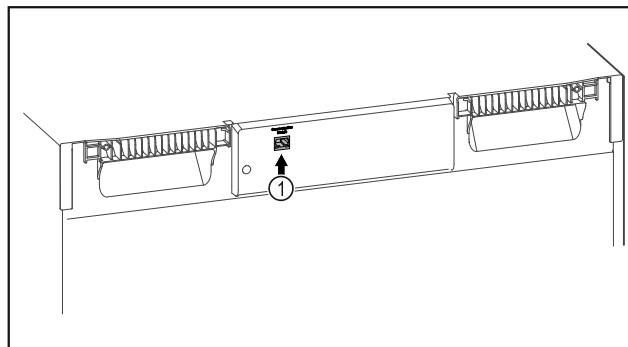

Fig. 88
- Je používán SmartModule Fig. 88 (1).